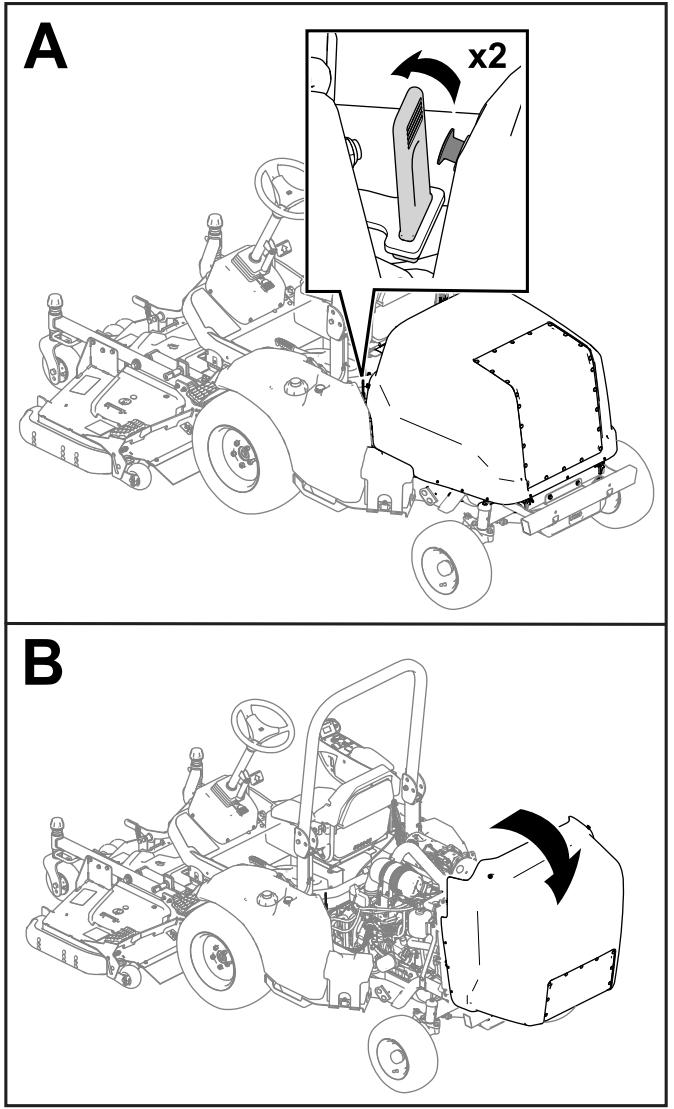

Figura 46
- Eliberai curelele de pe fiecare parte a mainii (Figura 46).
- Ridicai capota (Figura 46).